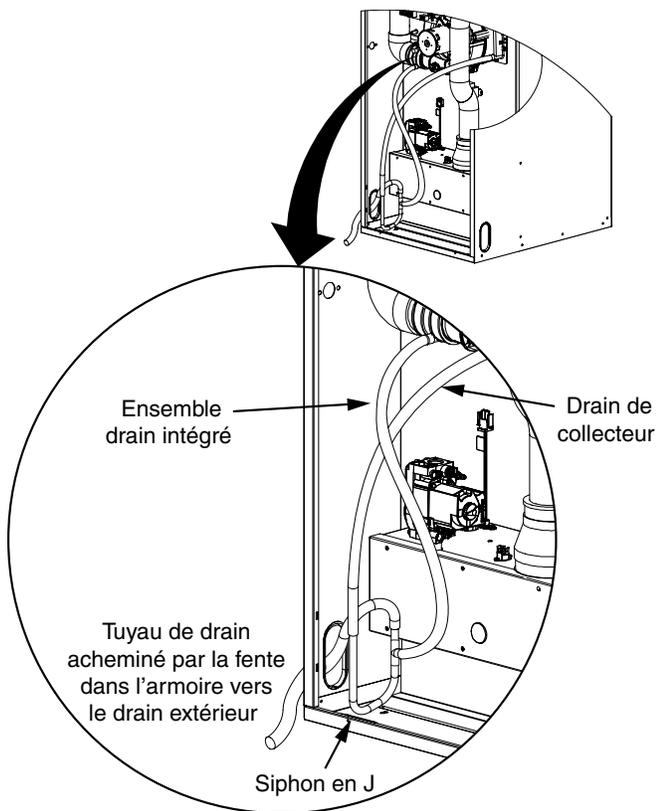

Figure 17. Évacuation du condensat
- Le drain à condensat peut sortir par la fente gauche ou droite à la base de la fournaise. Voyez la Figure 17 (page 18). Assurez-vous que le flexible d'écoulement n'est pas entortillé.
1. Retirez le tube souple du boîtier collecteur (Figure 17) et vérifiez que la sortie du boîtier collecteur est dégagée et exempte de débris ou d'obstructions.